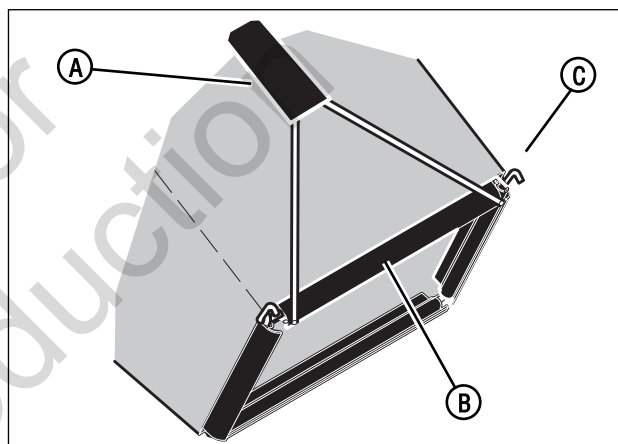

Figura 6: Instalación de los ganchos de la bolsa
2. Verifique que la manija (A, **Figura 6**) esté en el lado exterior de la bolsa de césped.
3. Primero, sujete los ganchos (B, **Figura 6**) al costado del armazón (C). Luego, sujete los ganchos a la parte superior e inferior del armazón.